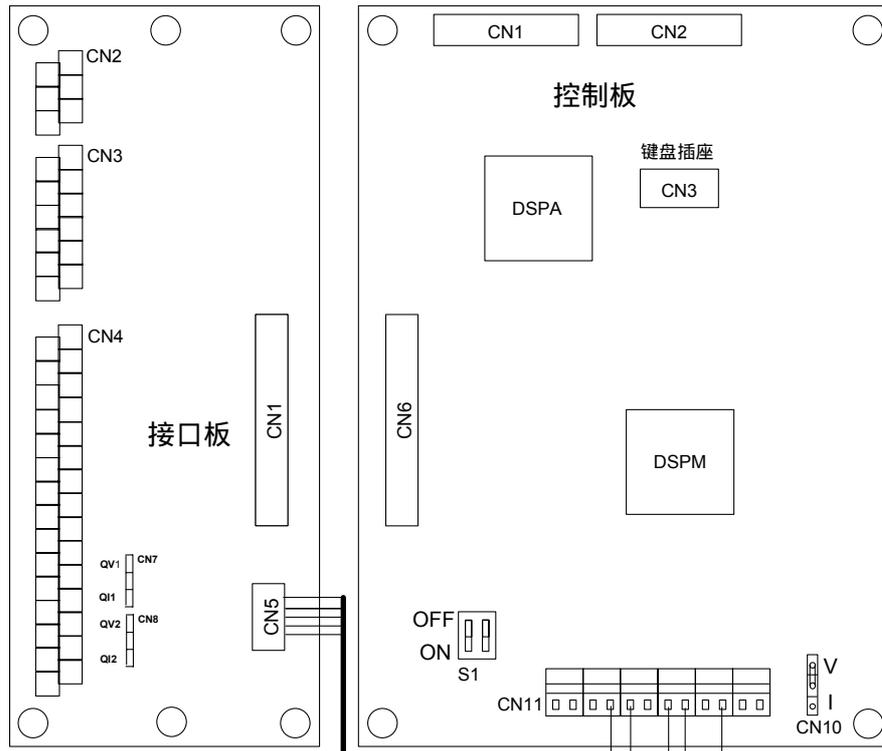

图 3-15 控制板、接口板的跳线位置示意图 (22~75kW)
接口板 CN5 的+10V、-10V、GND、QAI1、QAI2 端子，出厂时已通过变频器内部电缆与控制板 CN11 的+10V、-10V、GND、AI1、AI2 端子相连，如图 3-15 所示。
2. 图 3-15 是 22~75kW 变频器控制板和接口板跳线位置的示意图。对 7.5~15kW 变频器，接口板部分叠放于控制板的下部，请用户在使用时注意。